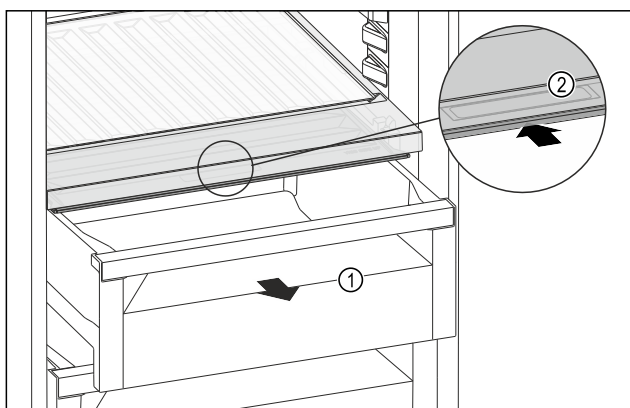

Fig. 123
- ▶ Træk skuffen Fig. 123 (1) ud.
- ▶ Tag fat i grebsforsænkningen Fig. 123 (2) i bokslåget, og skub samtidigt bokslåget tilbage.